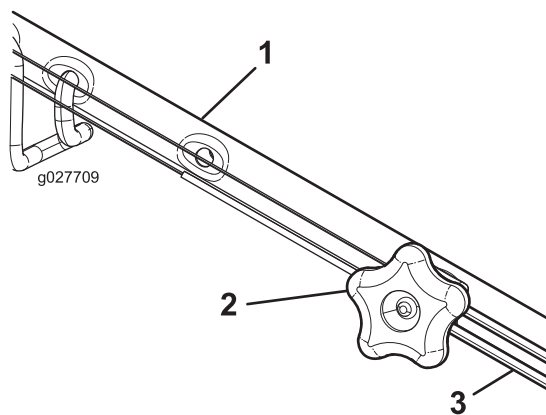

Figure 30
1. Tournez le bouton de réglage dans le sens antihoraire pour desserrer le réglage du câble (Figure 30).
- Ajustez la tension du câble (Figure 30) en le tirant en arrière ou en le poussant en avant puis en le maintenant à cette position.